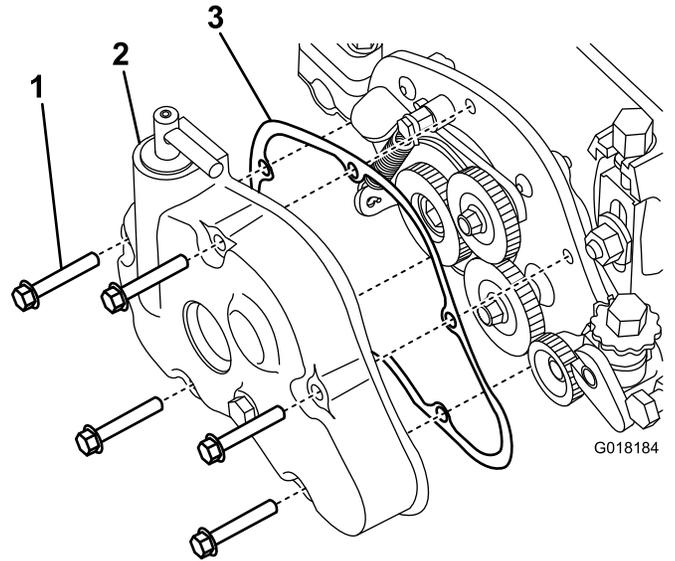

Figure 26
1. Déposez le couvercle du boîtier d'engrenages du carter du groomer (Figure 26).